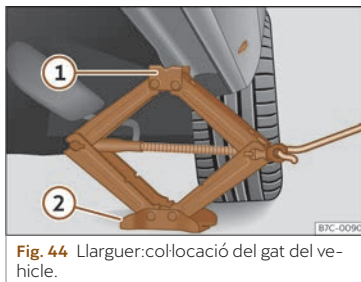

Fig. 44 Llanger: col·locació del gat del vehicle.
- Gireu la manovella del gat, situat sota el punt de recolzament del llarguer, per elevar-lo fins que la pestanya ① >>> fig. 44 quedi situada sota l'allotjament previst.
- Alineeu el gat de manera que la pestanya ① "s'adhereixi" a l'allotjament previst del llarguer i la placa base mòbil ② quedi recolzada a terra. La placa base ② ha de caure en la vertical respecte al punt de recolzament ①.